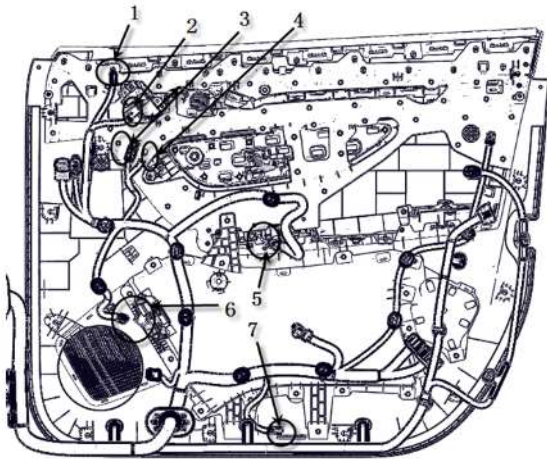

图8-1-7 线束分支接插件拆卸示意图
(7) 如图8-1-7, 分别按住图示1-7电器接插件上的卡脚, 同时用力向外侧把接插件拔下; 图示圆圈处有固定在门板背部的线束分支, 沿外侧用力即可拔出。1-7分别为: 防盗警示灯、座椅记忆开关 (当有此开关时)、氛围灯 (当有此开关时)、高音扬声器、玻璃升降开关组、电动背门开关组 (当有此开关时)、左门灯。
b. 拆卸高音扬声器接插件：如图8-1-7，用力沿箭头1方向压住卡脚，再沿箭头2方向拔出线束插头。